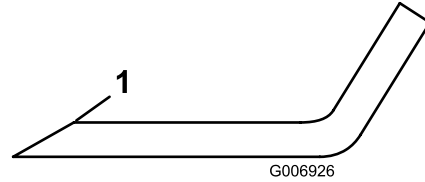

Figura 98
l'angolo di taglio originale per garantire l'affilatezza (Figura 98).
6. Se smussato o scheggiato, affilate soltanto la parte superiore del tagliente e mantenete l'angolo di taglio originale (Figura 98).